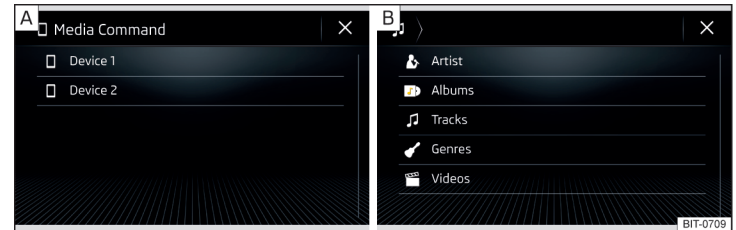

Fig. 188 Sélectionner la source / la catégorie
- Pour définir la source de lecture souhaitée, dans le menu principal, touchez la touche de fonction **📶** puis sélectionnez la tablette source souhaitée » fig. 188 - **A**.
- Pour la lecture, sélectionnez la catégorie » fig. 188 - **B** puis le titre.